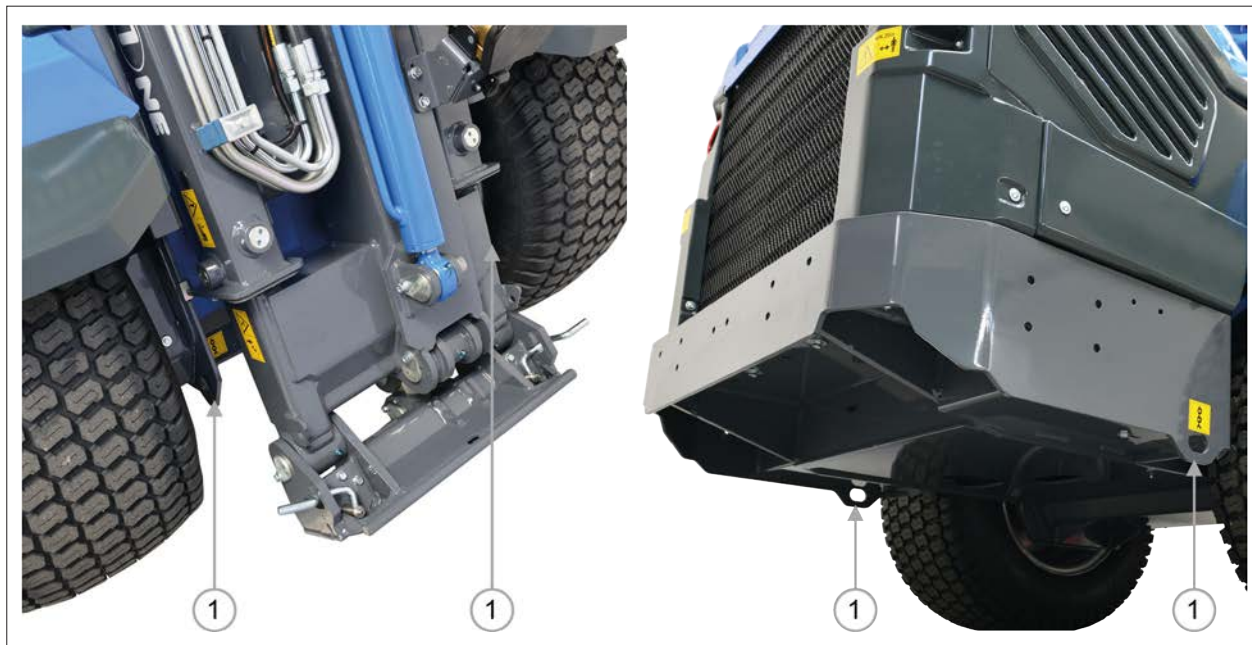

РИС. 14
- 8) Убедитесь, что машина закреплена на платформе транспортного средства с помощью тросов, ремней, колесных зажимов на точках крепления (РИС. 14 – Сс. 1).